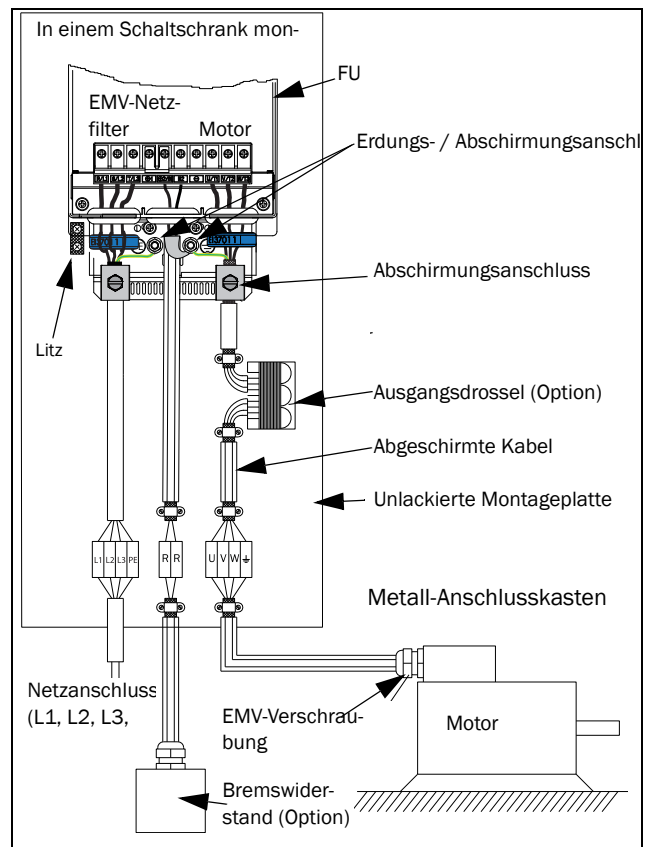

Abb. 13 Frequenzumrichter auf einer Montageplatte im Schaltschrank
- Der PE-Anschluss gemäß Abb. 13 ist nur bei lackierter Montageplatte erforderlich. Sämtliche Frequenzumrichter haben eine unlackierte Rückseite und sind daher für die Montage an eine unlackierte Montageplatte geeignet.
Anschließen der Netzkabel gemäß Abb. 13 bis 14. Der Frequenzumrichter verfügt standardmäßig über einen integrierten EMV-Netzfilter, der Kategorie C3 für die zweite Umgebung entspricht.
Sind die Motorkabel durch Reparaturschalter, Ausgangsdrosseln usw. unterbrochen, muss die Abschirmung durch Metallgehäuse, metallene Montageplatten usw. über die Unterbrechung hinweg geschlossen werden, siehe Abb. 13.
- Wenn der Frequenzumrichter in einem Standard-Schaltschrank montiert wird, muss die interne Verkabelung dem EMV-Standard entsprechen. Abb. 13 zeigt ein Beispiel eines FU in einem Schaltschrank.